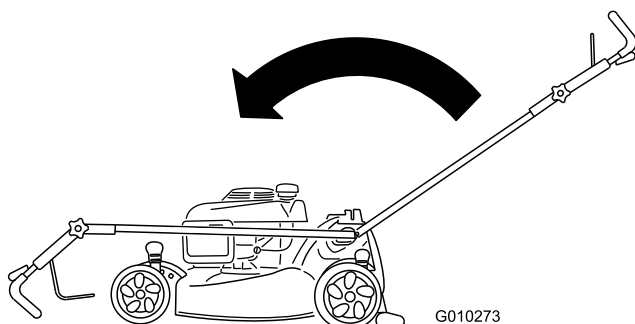

Figure 52
2. Repliez le guidon complètement vers l'avant et desserrez le bouton de la partie supérieure du guidon (Figure 52).